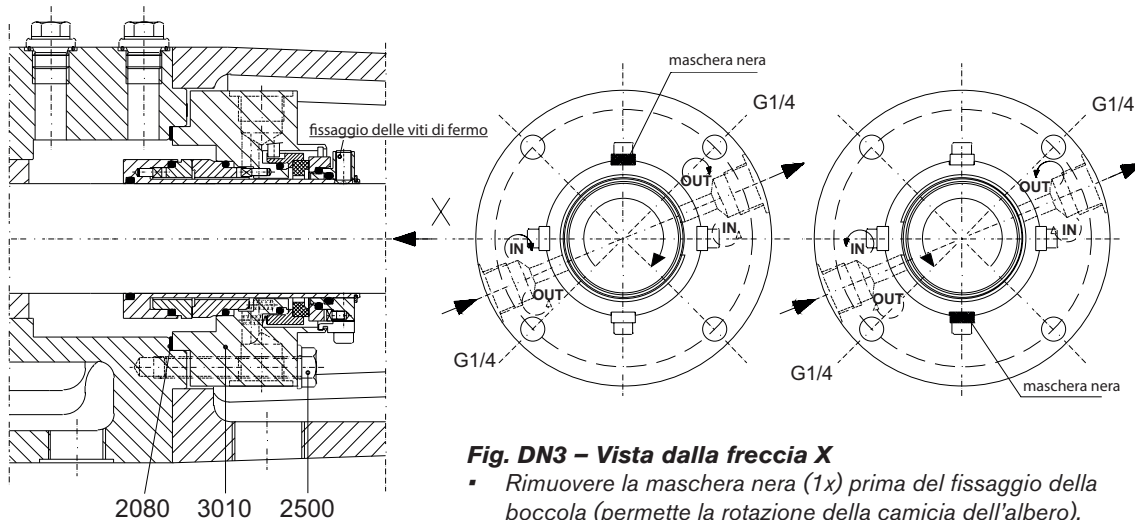

Fig. DN3 – Vista dalla freccia X
1. Posizionare la cartuccia come indicato nella fig. DN3.